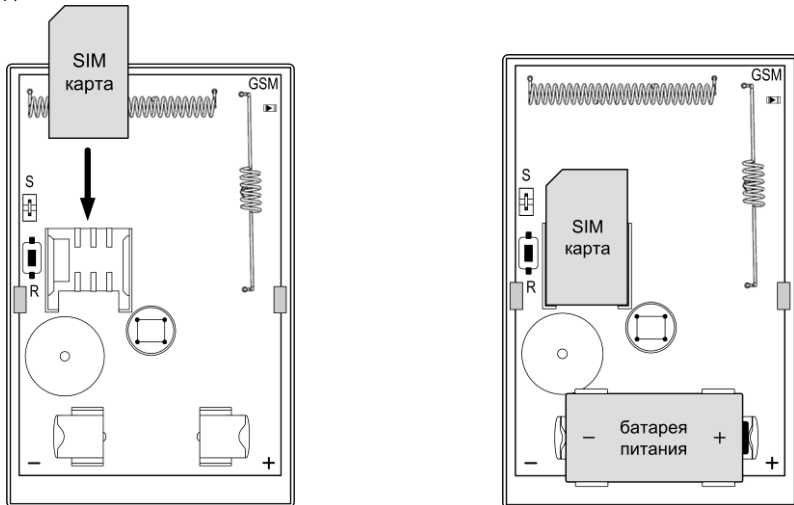

Рис.7 Установка SIM карты и батареи питания
2. Убедитесь, что SIM карта установлена в соответствии с рис.7, либо установите SIM карту (если не установлена) – см. рис.7.
2. Убедитесь, что SIM карта установлена в соответствии с рис.7.